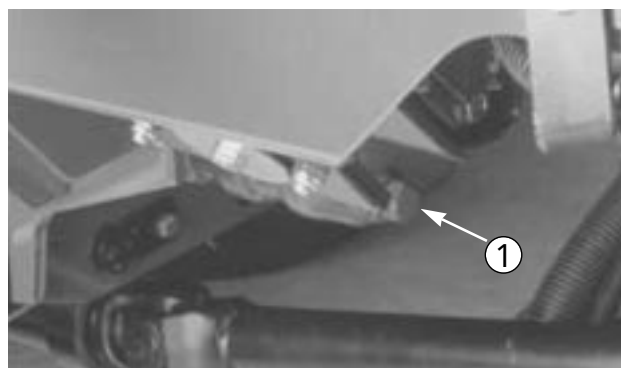

図 47
- 2 . フィルタ（図47）についているほこりを落とさないように注意しながら、ボディー内部からフィルタを引き出す。フィルタをボディーにぶつけないように注意すること。